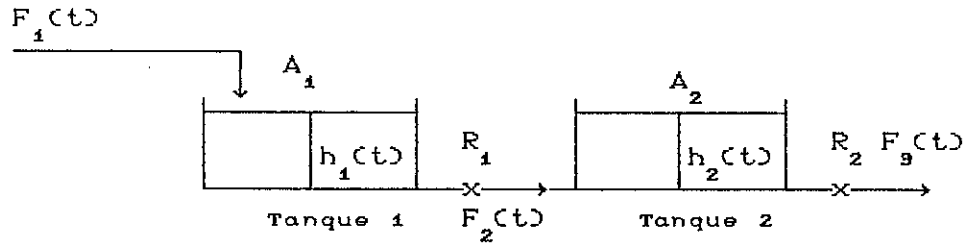

FIGURA V.8.
V.8. Um engenheiro consultor foi convidado a projetar um sistema de controle de nível de líquido para um processo composto por dois tanques interligados na forma apresentada pela FIGURA V.8..